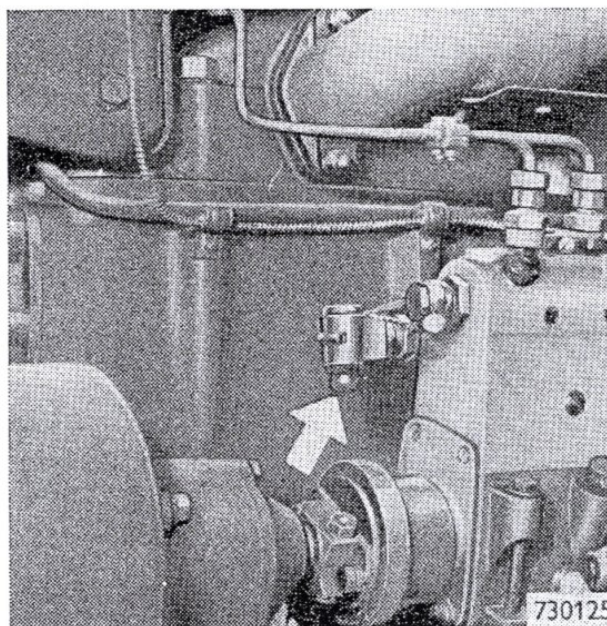

Fig. 4. Bouton de démarrage à froid.
Par temps froid, le démarrage est facilité en appuyant sur le bouton de démarrage à froid. Le moteur obtient de cette façon le maximum de combustible au moment du démarrage. Le bouton de démarrage à froid est placé sur la partie gauche de la pompe à injection (voir fig. 4).
4. Si le moteur est froid, appuyer sur le bouton du système de démarrage à froid (voir fig. 4, page 11).